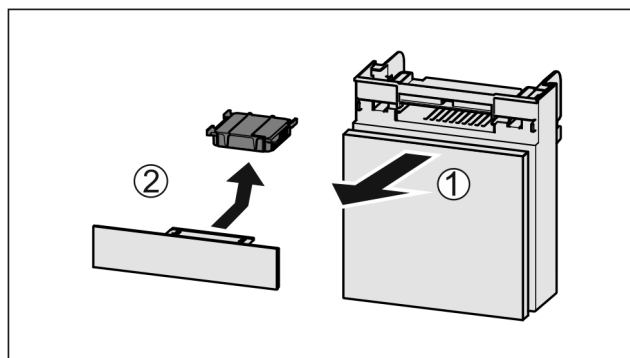

Fig. 225
- Estrarre il vano tirando in avanti Fig. 225 (1).
- Rimuovere il filtro a carboni attivi Fig. 225 (2).